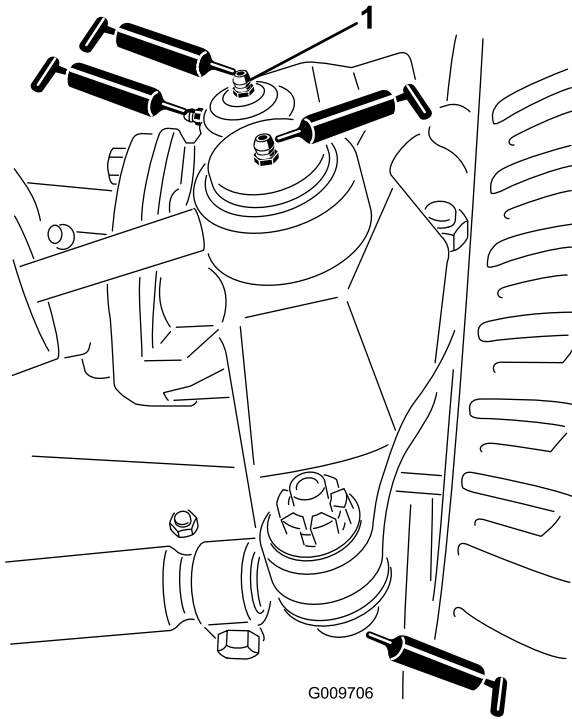

Bild 24
- Lenkzylinder-Kugelgelenke (2) (Bild 24)
- Spurstangen-Kugelgelenke (2) (Bild 24)
- Achsschenkelbolzen (2) (Bild 24) **Fetten Sie die obere Armatur am Achsschenkelbolzen nur einmal jährlich (2 Pumpen).**